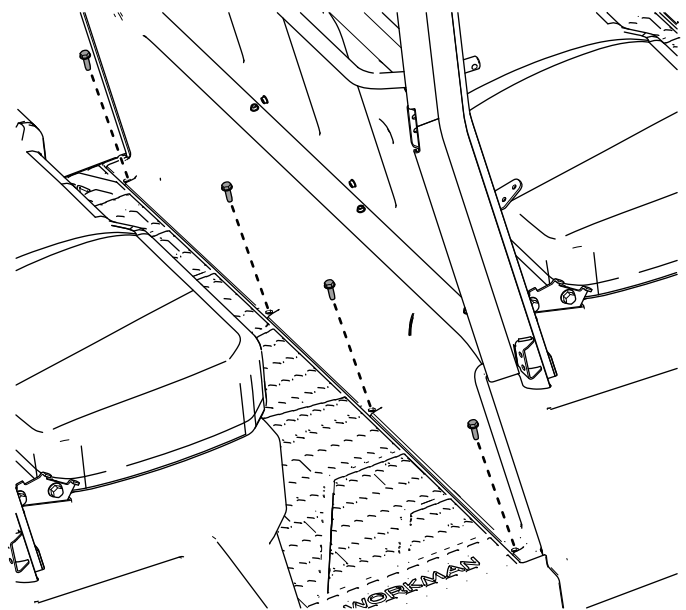

Figure 57
24. Fixez le bas du plancher à l'aide des 4 boulons à tête hexagonale à embase ($\frac{5}{16} \times 1$ po) retirés précédemment, comme montré à la Figure 57.